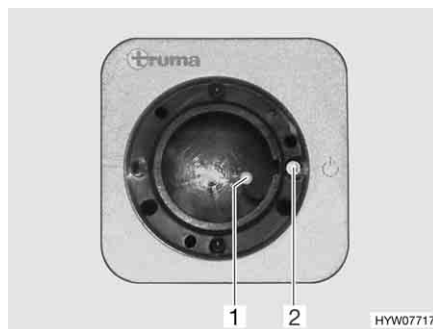
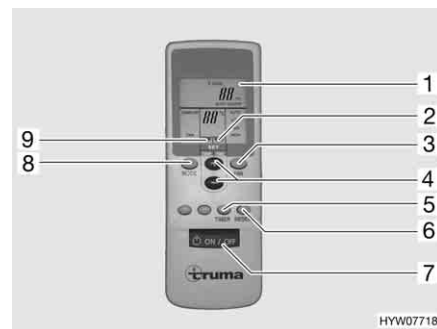

Fig. 165 Ricevitore
Fig. 166 Telecomando
- Accendere il telecomando con l'interruttore (Fig. 166,7). La spia verde di controllo (Fig. 165,1) indica la modalità di raffreddamento.
- Impostare la modalità di funzionamento desiderata con il tasto (Fig. 166,8).
- In caso di necessità, impostare con i tasti (Fig. 166,3 e 4) la potenza della ventola desiderata e la temperatura dell'ambiente. La freccia (Fig. 166,9) indica la modalità di regolazione selezionata.
- ▷ Sul ricevitore si trova un ulteriore interruttore a tasto (Fig. 165,2) con il quale è possibile spegnere e accendere l'impianto di climatizzazione anche senza il telecomando. Quando l'impianto di climatizzazione viene acceso mediante questo interruttore a tasto, viene selezionata automaticamente l'ultima modalità di funzionamento impostata con il telecomando.
- Per programmare l'impianto di climatizzazione, accendere con il tasto (Fig. 166,7) sul telecomando.
- Con i tasti (Fig. 166,8, 3 e 4), impostare la modalità di funzionamento e la temperatura dell'ambiente desiderate.
- Selezionare la funzione desiderata (Fig. 166,1) con il tasto (Fig. 166,5):
- Selezionare il tempo di commutazione desiderato (da 1 a 15 ore) con il tasto (Fig. 166,4). La freccia (Fig. 166,2) lampeggia e indica la modalità di regolazione.
- ▷ Con il tasto (Fig. 166,6) le impostazioni del telecomando vengono ripetutamente inviate al ricevitore.